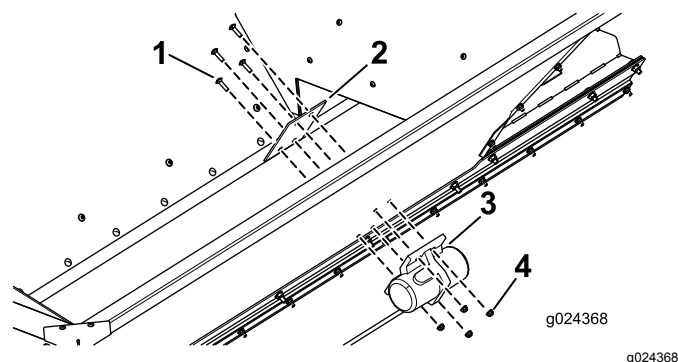

Figure 7
2. Fixez la plaque de montage et le vibreur sur la trémie au moyen de 4 boulons de carrosserie et de 4 écrous, comme montré à la Figure 7.